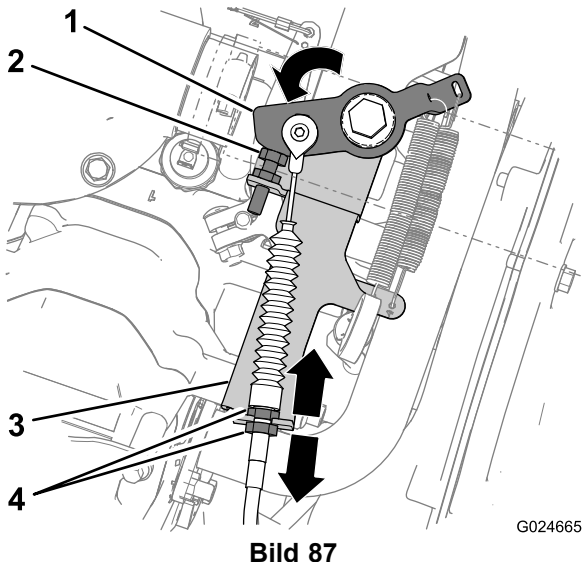

Bild 87
- Lockern Sie die innere Klemmmutter für den Bowdenzug und ziehen Sie die äußere Klemmmutter an, um den Abstand zu verringern (**Bild 87**).
- Lockern Sie die äußere Klemmmutter für den Bowdenzug und ziehen Sie die innere Klemmmutter an, um den Abstand zu vergrößern (**Bild 87**).
4. Stellen Sie sicher, dass die Klemmmuttern für den Bowdenzug fest sind (**Bild 87**).